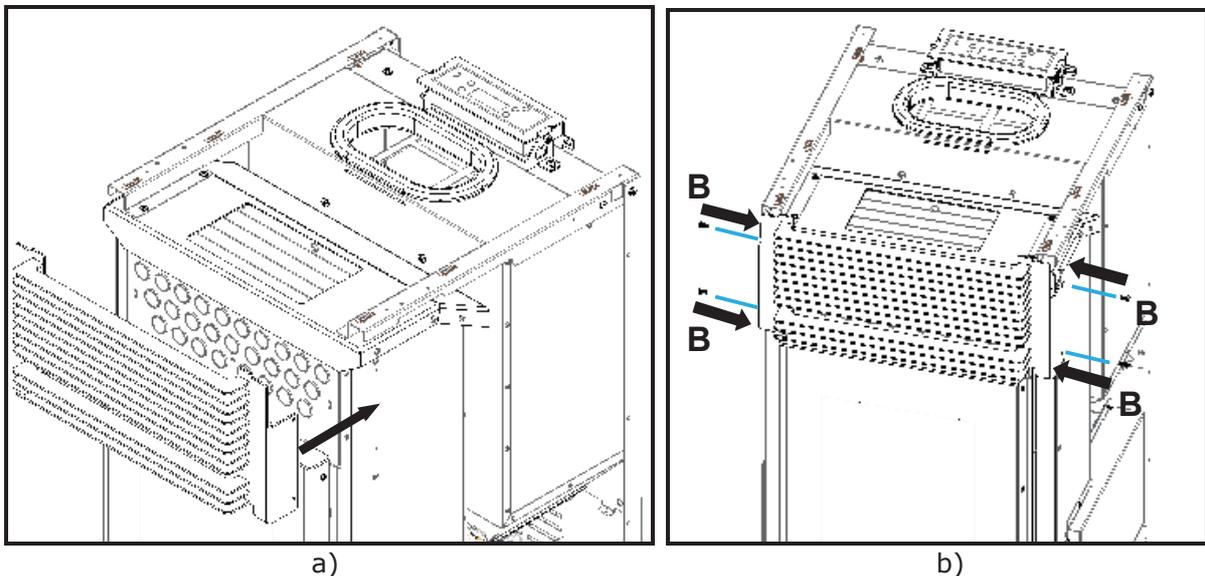

Figura 91 – Apriete de la rejilla frontal
a) Atornillar la rejilla frontal del kit 1 con cuatro tornillos **B** (DIN 7981 4,2x9,5) como se muestra en la Figura 91.